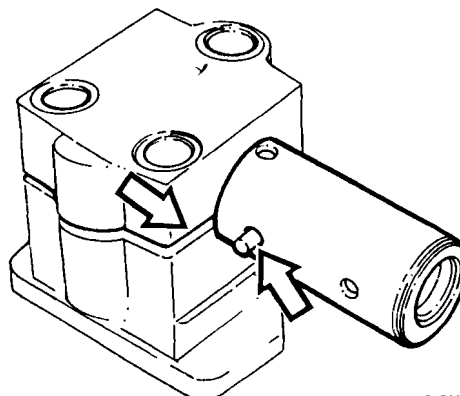

Fig. 79
- 7 Aceitar el eje de balancines y ponerlo en el apoyo con la espiga de guía en la ranura del apoyo, véase fig. 79.